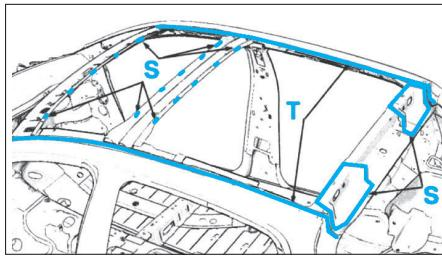

FIG. 97
- Apposer de la colle aux endroits indiqués en S et T (Fig.97).